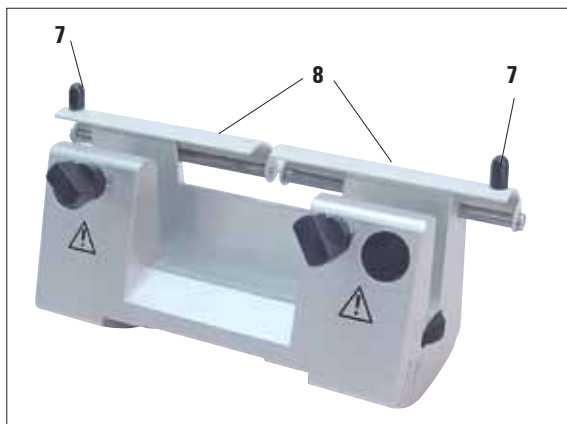

Fig. 5
Sul salvadita (8) del portalama N/NZ sono presenti maniglie (7) per effettuarne lo spostamento (fig. 5).